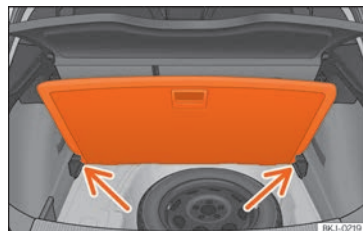

Fig. 167 Plancher de coffre à bagages modulable : position inclinée.
- Lorsque le plancher modulable se trouve en position haute, relevez-le à l'aide de la poignée ①, tirez-le et repoussez-le vers le dossier de la banquette arrière jusqu'à ce qu'il se plie au niveau de la charnière et que sa partie mobile repose contre le dossier.
- Appuyez le plancher contre les logements prévus à cet effet »» fig. 167 (flèches).